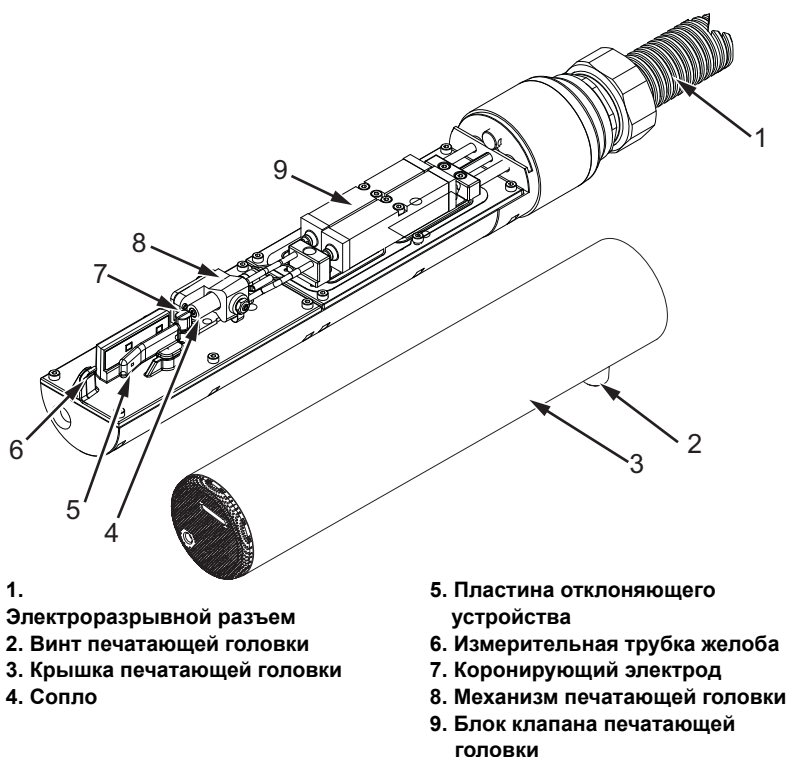

Рис. 6-4: Печ. головка
- 3 Ослабьте винт печатающей головки (деталь 2, Рис. 6-4 6-4 на стр. 6-9) и снимите крышку печатающей головки (деталь 3).
- Измерительная трубка желоба (деталь 6, Рис. 6-4)